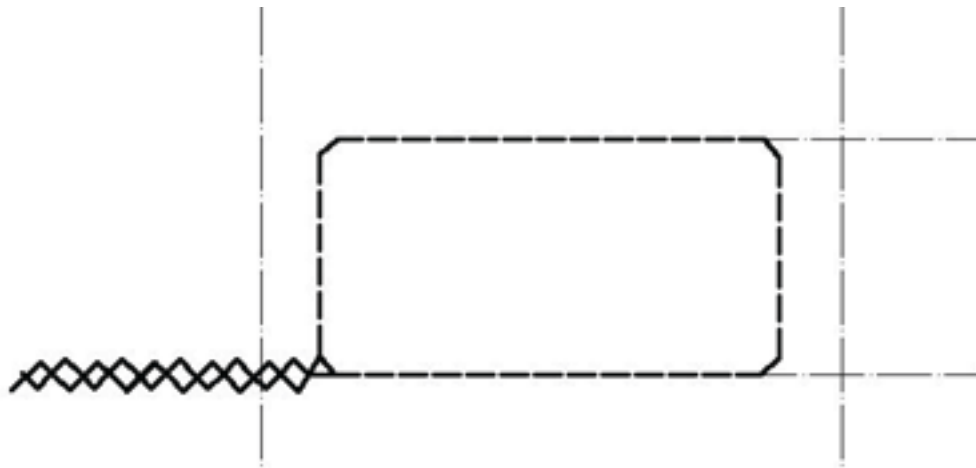
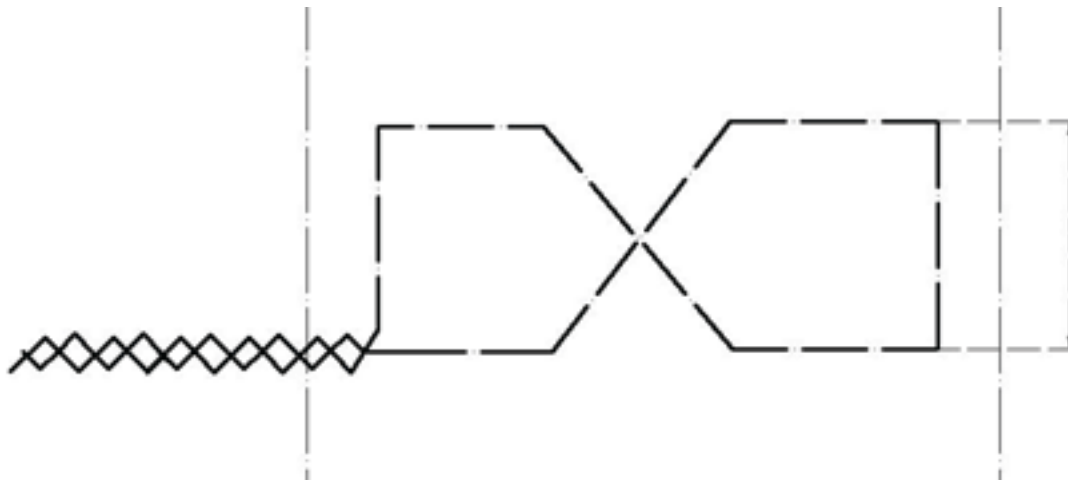
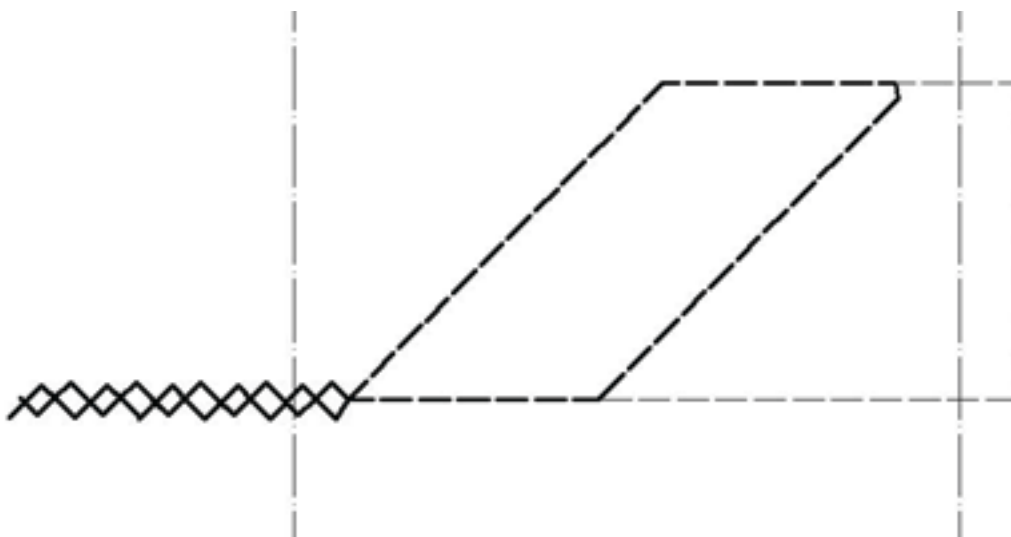

Figura 1
Figura 2
Figura 3
- Determine la posición de instalación del sensor geomagnético previo a la construcción. Seleccione una bobina apropiada de acuerdo al ambiente de instalación. Para escenarios generales, instale la bobina en forma de rectángulo como se muestra en la Figura 1 y asegúrese que ambos lados estén verticales a la dirección de entrada de los vehículos. El ancho debe de ser de 1m y la longitud varía de acuerdo al tamaño del camino. Instale la bobina de 0.3 a 0.5m lejos de ambos lados del camino. La instalación de la bobina en forma de 8 como se muestra en la Figura 2 es aplicable a escenarios donde hay un número considerable de objetos metálicos (como puertas metálicas), y la figura de rombo a 45° como se muestra en la Figura 3 es aplicable a escenarios en donde es necesario detectar objetos metálicos pequeños como son bicicletas o motocicletas.